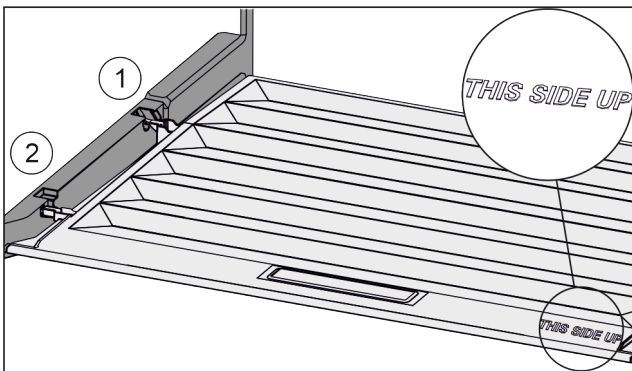

Fig. 127
- ▶ Deckelstege über Öffnung der hinteren Halterung Fig. 127 (1) einführen und vorne in Halterung Fig. 127 (2) einrasten.